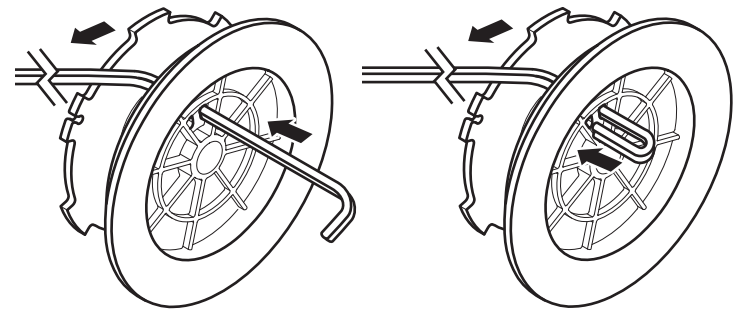

Fig. 31
2. Inserte un extremo del hilo a través de uno de los dos orificios del carrete interno. Tire del hilo a través del carrete interior hasta que queden aproximadamente 4 pulgadas (10 cm) (Fig. 31).
3. Inserte el extremo de la sección de 4 pulgadas dentro del orificio abierto del carrete interior y tire del hilo ajustando para que el lazo sea lo más pequeño posible (Fig. 31).